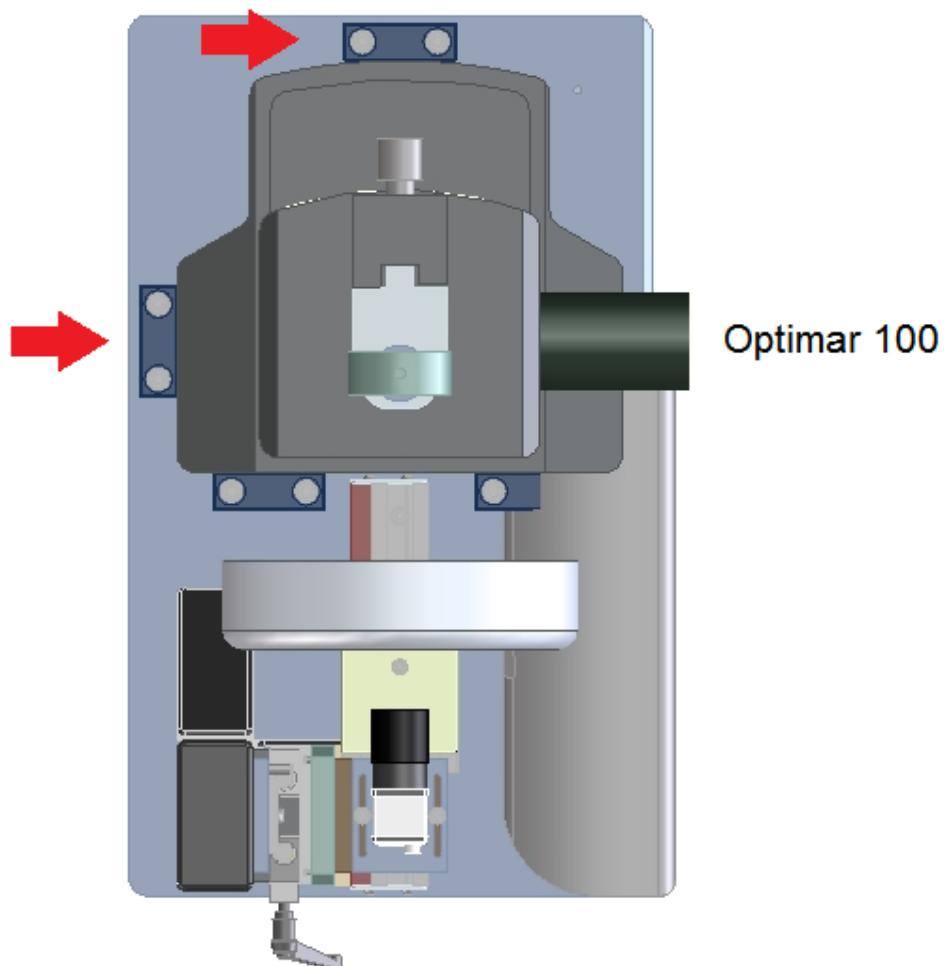

Abb. 5.2.2: Montageschema (Blick von oben).
Auf der Grundplatte der Stativeinheit (13) befinden sich ein fixer Anschlagbolzen sowie vier verstellbare Anschläge (Aluminium-Blöcke) [Abb. 5.2.2], die mittels Fixierschrauben in einem geringen Verstellbereich an die Abmessungen der Grundplatte der Messuhrenprüfgeräte angepasst werden können.